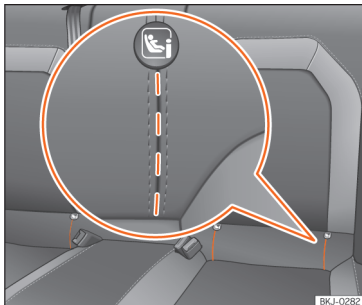

Abb. 38 Rücksitz: eingeprägte Schlitz für Zugriff auf die ISOFIX/i-Size-Halteösen.
Der Einbauort der ISOFIX/i-Size-Befestigungspunkte ist durch ein Symbol »» (Abb. 38) gekennzeichnet. Bei bestimmten Fahrzeugen sind die Halteösen am Sitzgerüst, bei anderen am Ladeboden befestigt.
- Öffnen Sie vorab per Hand den eingepprägten Bereich hinter den markierten Schlitz, um an die Halteösen zu gelangen »» (Abb. 38).